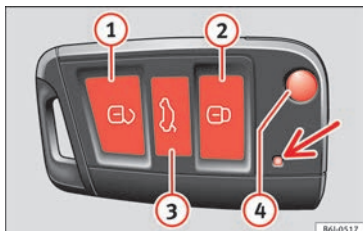

Fig. 130 Teclas de la llave con mando a distancia.
Con la tecla ④ » fig. 130 del mando, se desbloquea el paletón de la llave.
Desbloqueo del vehículo ⑥ » fig. 130 ①.
Bloqueo del vehículo ⑥ » fig. 130 ②.
Desbloqueo del portón trasero. Pulse la tecla ⑥ » fig. 130 ③ hasta que todos los intermitentes del vehículo parpadeen brevemente. Al pulsar la tecla de desbloqueo ⑥ ③, dispone de 2 minutos para abrir el portón. Una vez transcurrido este tiempo se bloqueará de nuevo.
Además, el testigo de la pila de la llave » fig. 130 (flecha), parpadea.
- Pulse la tecla   » fig. 130 del mando a distancia.